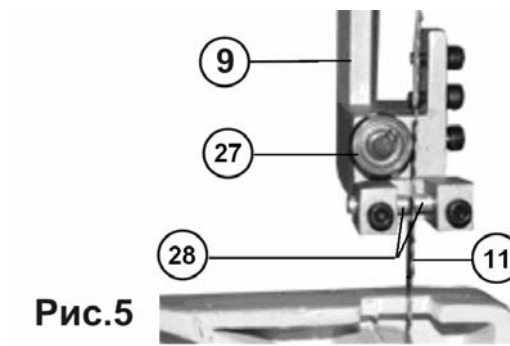

Рис.5
12.2.7. При определенной тенденции «ухода» пильной ленты 11 (Рис.2) в сторону необходимо обратить внимание на ее заточку и развод. Целесообразно проконтролировать позиции подшипника 27 и ограничителей 28, стабилизирующих траекторию движения пильной ленты 11 в рабочей зоне, проконтролировать устойчивость посадки ленты 11 на ведущем и направляющем колесах 24, 25 (Рис.4, Рис.5).
При всякой смене пильной ленты 11 (Рис.2) необходимо оценивать работоспособность подшипников – на опорном подшипнике (Рис.5) на поверхности внешней обоймы от пильной ленты может прорезаться канавка. Подшипник подлежит замене. Подшипники должны иметь легкий ход, без посторонних шумов, звона. Закрытые подшипники не смазываются – заменяются. Ставить открытые подшипники не рекомендуется.